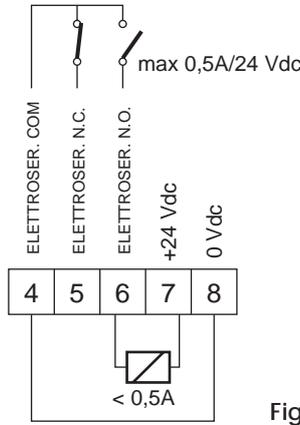

Fig. 16
- 6. Elettroserratura - Contatto N.O. (portata max 0,5 A/24 V) (fig. 16). In mancanza di tensione l'elettroserratura è attiva e quindi garantisce il blocco meccanico di chiusura. Nella funzione NOTTE l'elettroserratura è attiva anche se non è alimentata. Nel caso di comando d'apertura (comando interno o AP. D'EMERGENZA) l'elettroserratura vie-